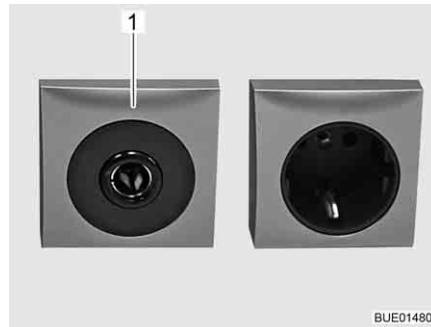

Bild 164 Uttag 12 V/10 A
- ▷ Till 12 V-nätets eluttag (Bild 164,1) får endast apparater med maximalt 10 A anslutas.